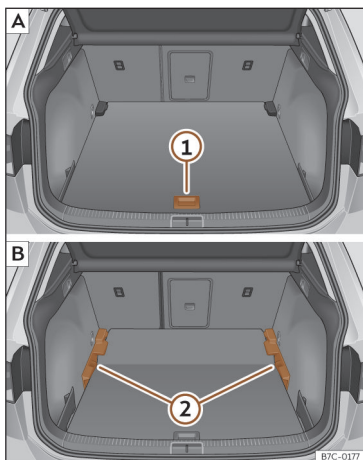

Fig. 165 Plancher du coffre à bagages modulable : **A** position haute ; **B** position basse.
- Pour passer de la position basse en position haute, relevez le plancher avec la poignée >>> **fig. 165 ①**, tirez-le vers l'arrière jusqu'à ce que la partie avant du plancher dépasse complètement les supports **②**.
- Déplacez le plancher vers l'avant sur ces derniers jusqu'à ce qu'il bute contre le dossier de la banquette arrière et ensuite, abaissez le plancher avec la poignée **①**.
- Pour passer de la position haute en position basse, relevez le plancher avec la poignée >>> **fig. 165 ①**, tirez-le vers l'arrière jusqu'à ce que la partie avant du plancher dépasse complètement les supports **②**.
- Laissez tomber la partie avant contre le plancher et poussez ce dernier vers l'avant jusqu'à ce qu'il bute contre le dossier de la banquette arrière en abaissant en même temps le plancher avec la poignée **①**.
- Lorsque le plancher modulable se trouve en position haute, relevez-le à l'aide de la poignée >>> **fig. 165 ①**, tirez-le et repoussez-le vers le dossier de la banquette arrière jusqu'à ce qu'il se plie au niveau de la charnière et que sa partie mobile repose contre le dossier.
- Pour passer de la position haute en position basse, relevez le plancher modulable avec la poignée >>> **fig. 165 ①** et tirez-le légèrement vers l'arrière.
- Poussez le plancher modulable en direction des sièges arrière rabattus à l'aide de la poignée **①** en appuyant légèrement dessus de manière à placer la partie mobile du plancher au même niveau que le dossier des sièges arrière.